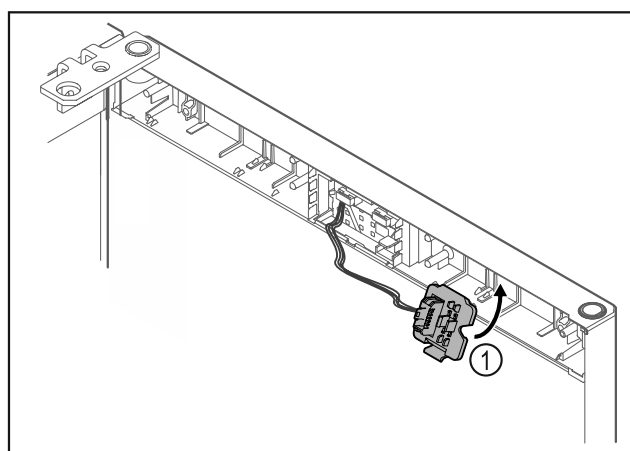

Fig. 21
- Innestare il supporto della spina Fig. 21 (1) sul lato opposto.*